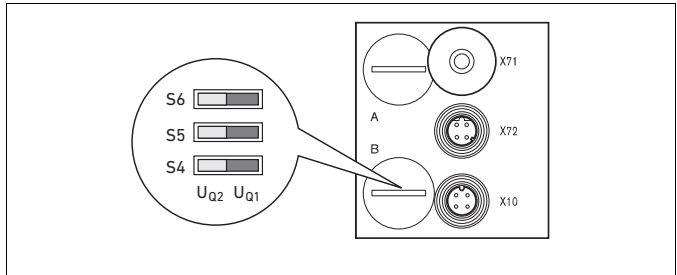

Abb. 6: Schalter S4, S5, S6 für die Zuordnung der Ventilversorgungsspannungen (U_{Q1}, U_{Q2})
Die Schalter S4, S5 und S6 für die Zuordnung der Ventilversorgung befinden sich unter der PG-Verschraubung **B** (siehe Abb. 6). Jedem Schalter sind zugeordnet:
1. Öffnen Sie die untere Schraubkappe **B** (siehe Abb. 6 auf Seite 20).
2. Ordnen Sie mit Hilfe der Schalter S4, S5 und S6 jeder Ventilgruppe eine der beiden Versorgungsspannungen U_{Q1} oder U_{Q2} zu (siehe Abb. 6 und Tab. 14 auf Seite 20).